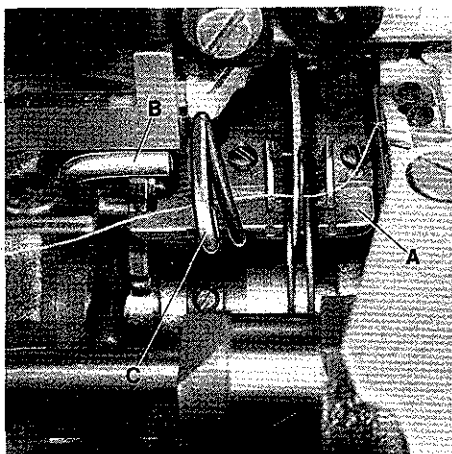
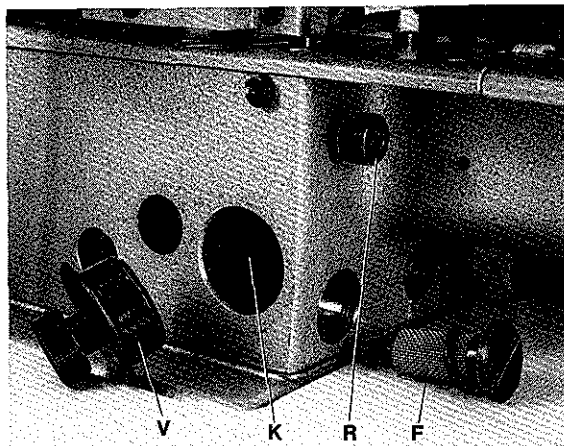
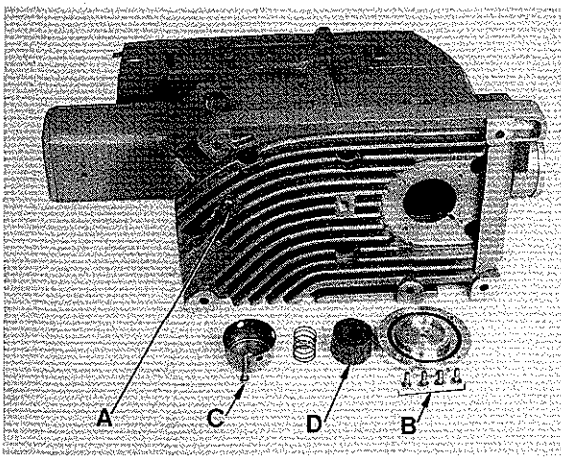

Fig. 7
Fig.9
Fig.11
For easier threading of the looper thread, the cast-off plate (A, Fig. 7) will flip-up when pressing lever (B). After threading push the cast-off (A, Fig. 7) at lever (C) back to its home position (see Fig. 8).
For cleaning, the cast-off plate (A, Fig. 7) can be removed completely. Rotate pulley until the flat side of take-up points up. Flip-up cast-off plate by pressing lever (B) and turn out thumb screw (R, Fig. 9). Make sure that the cast-off plate is positioned above the flip-up spring when reassembling.
Zum besseren Einfädeln des Greiferfadens kann die Fadenabzugsplatte (A, Fig. 7) durch Drücken des Hebels (B) nach oben ausgeschwenkt werden. Nach dem Einfädeln wird die Fadenabzugsplatte (A, Fig. 7) am Hebel (C) wieder in ihre Ausgangsstellung zurückgedrückt (siehe Fig. 8).
Zum Reinigen kann die Fadenabzugsplatte (A, Fig. 7) ganz herausgenommen werden. Drehen Sie am Handrad bis die flache Seite des Fadenaufnehmers oben ist. Schwenken Sie durch Drücken des Hebels (B) die Platte nach oben und drehen Sie die Rändelschraub (R, Fig. 9) heraus. Setzen Sie die Fadenabzugsplatte wieder so ein daß sie oberhalb der zum Hochdrücken dienenden Feder liegt.
The main oil filter (D, Fig.11) and the oil filter (F, Fig. 9) have to be cleaned in petroleum at every oil change. The main oil filter (D, Fig.11) is accessible when removing screws (B) and (C). The oil filter (F, Fig. 9) can be removed by turning it counterclockwise.
Chamber (K, Fig.9) behind plug (V, Fig.9) has to be cleaned daily.
Der Hauptölfilter (D, Fig.11) und der Ölfilter (F, Fig.9) müssen bei jedem Ölwechsel in Petroleum gereinigt werden. Der Hauptölfilter (D, Fig.11) ist nach Lösen der Schrauben (B) und (C) zugänglich. Der Ölfilter (F, Fig. 9) wird durch Drehen im Gegenuhrzeigersinn entfernt.
Die Kammer (K, Fig.9) hinter dem Verschluss-Stopfen (V, Fig.9) muß täglich gereinigt werden.